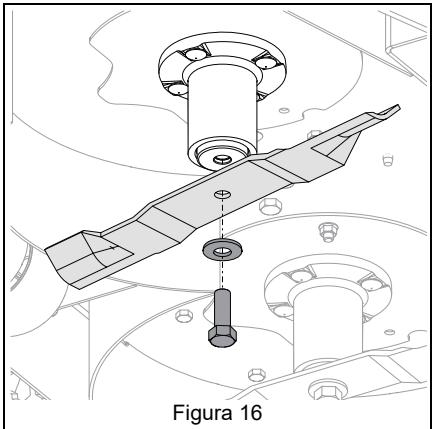

Figura 16
3. Rimuovere la bulloneria che fissa le lame ai relativi alberi e rimuovere le lame. Conservare la bulloneria per il successivo rimontaggio. Vedere Figura 16.
Vedere Figura 16.